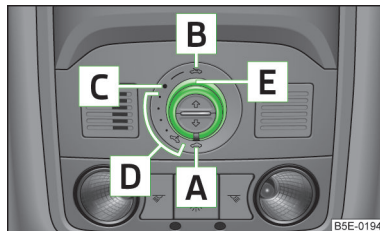
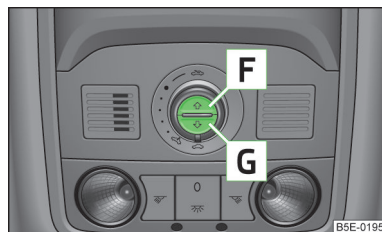

Fig. 26
Fig. 27
- Se ad es. la batteria è stata scollegata e successivamente ricollegata, può verificarsi che il tetto scorrevole/sollevabile non funzioni. Quindi portare l'interruttore rotante in posizione **A** » fig. 26 a pagina 56, tirare, inserire nella cavità verso il basso e tenere premuto in avanti. Dopo circa 10 secondi il tetto scorrevole/sollevabile si aprirà e si richiuderà. Solo dopo tale movimento sarà possibile rilasciare l'interruttore.
- Se ad es. la batteria è stata scollegata e successivamente ricollegata, può verificarsi che la tendina parasole avvolgibile non funzioni. Ruotare l'interruttore in posizione **A** » fig. 26 a pagina 56, premere e tenere premuto il tasto **G** » fig. 27 a pagina 57. Dopo circa 10 secondi la tendina parasole avvolgibile si aprirà e si richiuderà. Solo dopo tale movimento sarà possibile rilasciare l'interruttore. ■
► Ruotare l'interruttore in posizione **C** » fig. 26.
La tendina parasole avvolgibile può essere chiusa o aperta utilizzando i tasti » fig. 27.
- Per aprire completamente, premere brevemente il tasto **F** » fig. 27.
- Per chiudere completamente, premere brevemente il tasto **G** » fig. 27.